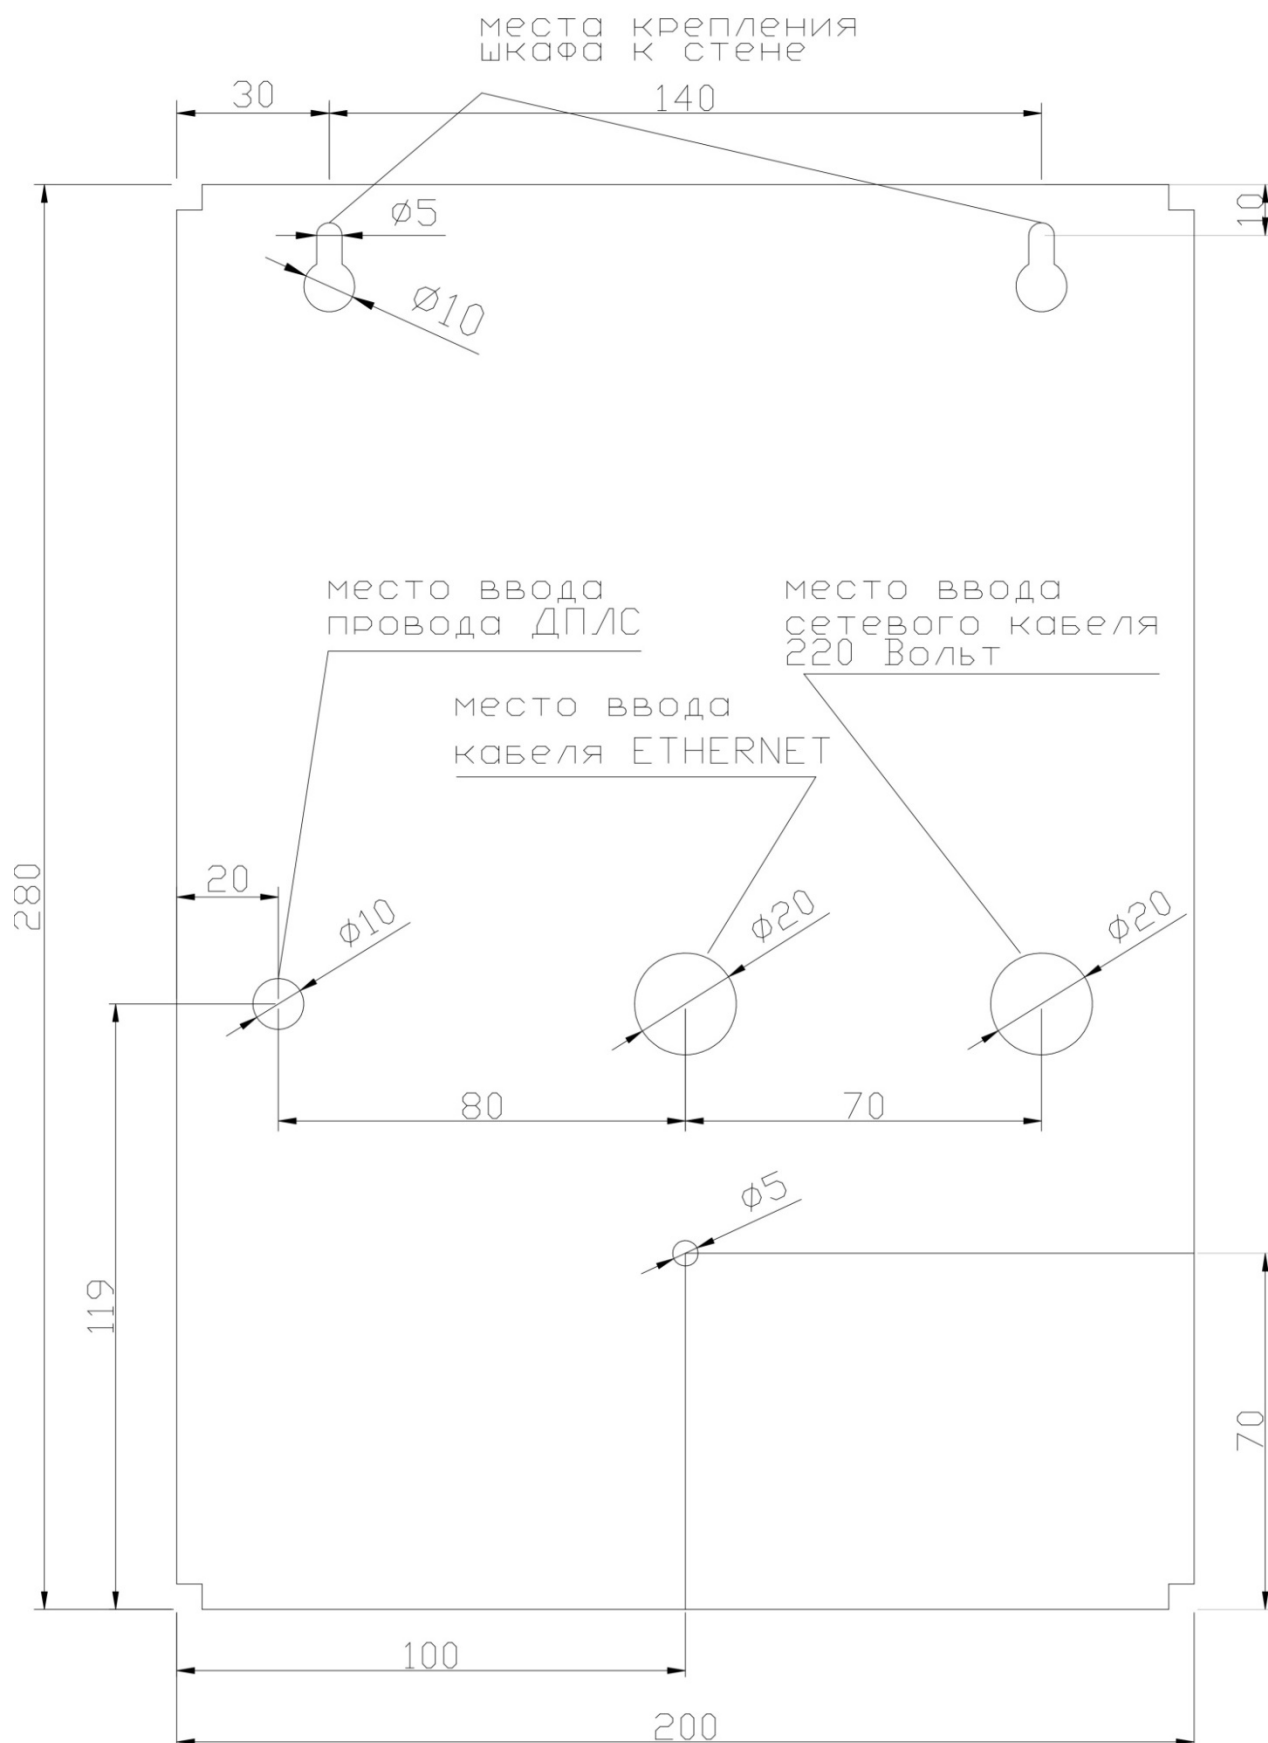

Рисунок 2. Габаритно-установочные размеры шкафа.
4.2.5.8 Подключение датчиков температуры и влажности производится на объекте с учётом полярности, толщины и типа провода и уровнем электромагнитных помех. Для повышения живучести ДПЛС можно применить блоки разветвительно-изолирующие (БРИЗ), которые позволяют отключать короткозамкнутые участки цепи (на схеме не показаны, в комплект поставки не входят, приобретаются отдельно). На Рис.2 показано кольцевое подключение ДПЛС с одновременным использованием ДПЛС1 и ДПЛС2. Допускается и раздельное использование ДПЛС1 или ДПЛС2 также как и различные другие варианты топологии сети. Более подробно особенности подключения ДПЛС к контроллеру изложены в Руководстве по эксплуатации «С2000-КДЛ-Modbus» АЦДР.421442.001 РЭп, выложенном на сайте <http://bolid.ru>.